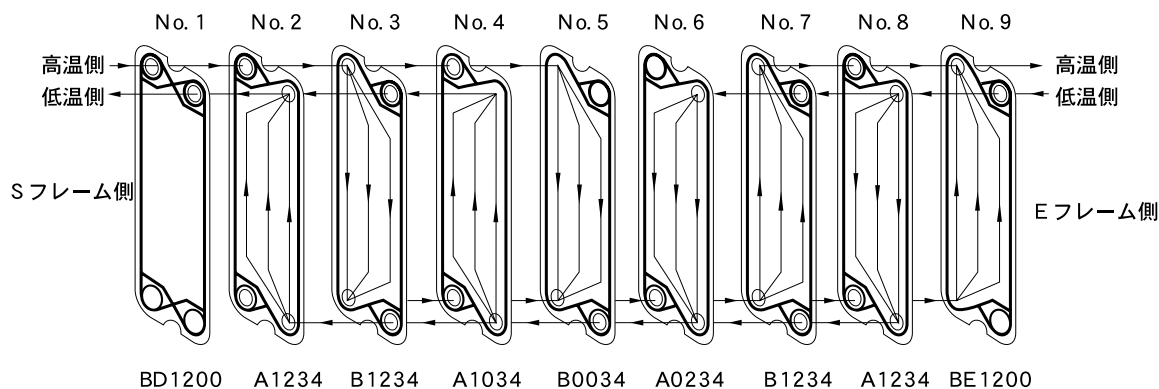
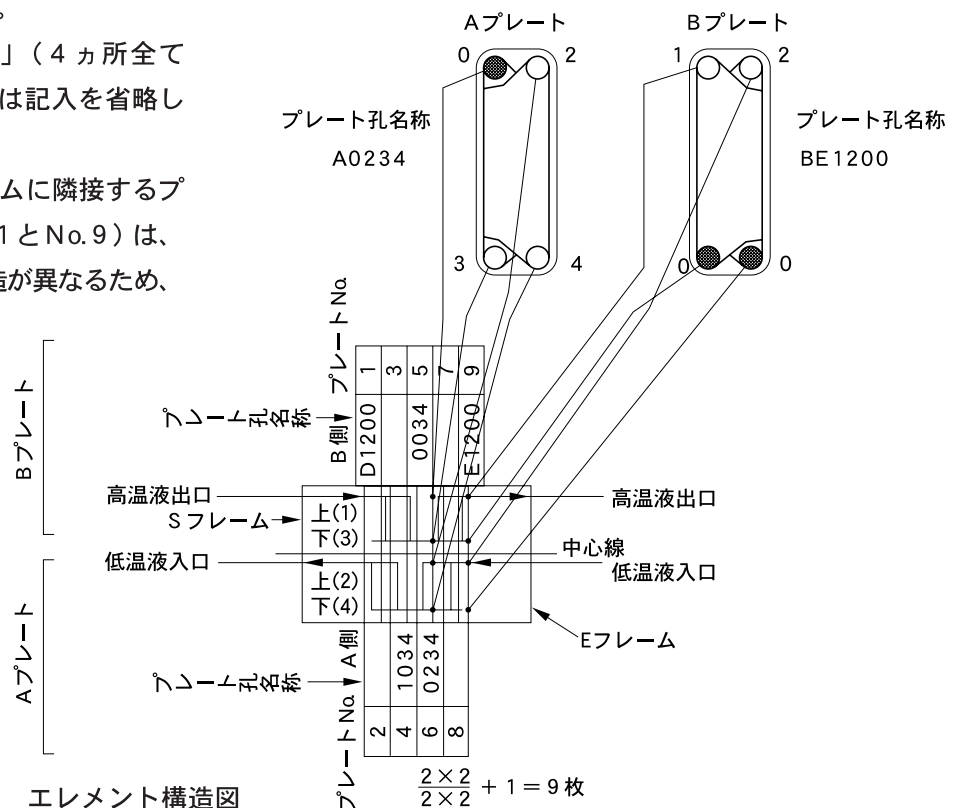

図 8.8 プレート流路の一例
図8.9 ELEMENT構成図
図8.8は流体の流れ方の例を示したもので、高温流体は、Sフレーム側から入りEフレーム側へ出ます。No. 3、No. 5プレートの左上の通路孔からプレート間隙に流れる際、2並列に分岐して流れ、それを2回繰り返しています。低温流体はNo. 9プレート右上通路孔から入りNo. 8とNo. 6に2並列に分岐して流れ、それを2回繰り返しています。
ELEMENT構成図は、プレートの編成を2次元で表わしたものです。図8.8をELEMENT構成図に表わすと図8.9のようになります。
- (1) プレートは図8.9中央の矩形型区画内の縦線によって表示され、プレートは常にSフレーム側にガスケット装着面を向けています。
- (2) プレート孔の名称は隣接プレートを表わす縦線を延長して出来る孔名称欄内に記入します。
- (3) Aプレートに関する記入は中心線の下側、Bプレートに関する記入は上側に記入します。
- (4) プレート孔の位置はプレートを示す縦線と流路を示す線との交点であり、Bプレート表面を流れる流体の孔は常にプレートの左側（図8.9では中心線の上側）にあり、Aプレート表面を流れる流体の孔はプレートの右側（図8.9では中心線の下側）にあります。
- (5) 孔の位置の名称は、A、Bそれぞれのプレートについてプレートの表面から見て左上、右上、左下、右下の順に1、2、3、4と呼びます。孔のない部分は0で表わします。
- (6) 以上のように定めることにより、任意の流路計画に対するプレート孔の位置が決まり、1、2、3、4の孔の名称が決まります。
- (7) SフレームとEフレームに隣接するプレート（図8.8のNo.1とNo.9）は、他のプレートと若干構造が異なるため、それぞれD、Eを付記して区別します。